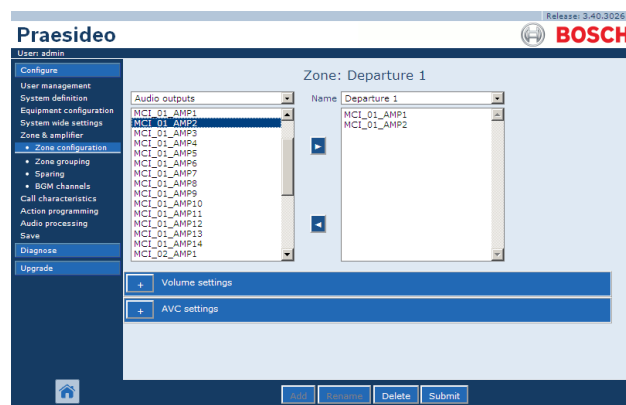

Abbildung 45.3: Neue Zone erstellen, Schritt 1
- 1 Gehen Sie zu *Configure > Zone & amplifier > Zone configuration*. Im Hauptframe der webbasierten Benutzeroberfläche wird ein Bildschirm angezeigt, der dem in Abbildung 45.3 gleicht.